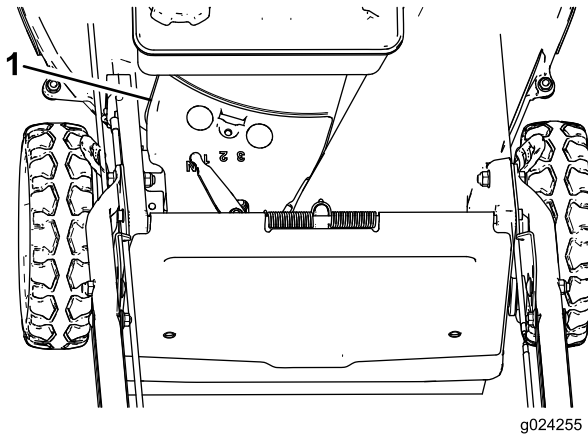

Figura 31
3. Retire la cubierta de la correa (Figura 31) de la carcasa de corte.